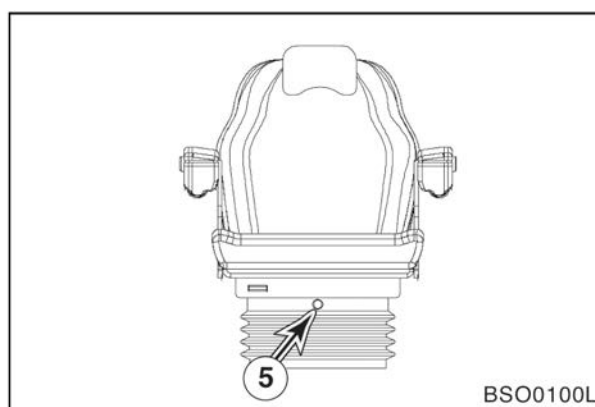

Рис. 102
Держа рычаг (3, рис. 102), поднять его, одновременно перемещая сиденье вперед или назад в нужное положение. Отпустить рычаг, когда нужное положение достигнуто. Диапазон регулирования составляет 160 мм.
Подняв левый рычаг (3, рис. 102) вверх, можно двигать вверх и вниз заднюю часть сиденья.
Поворот ручки (4, рис. 102) вправо уменьшает амортизацию. Поворот ручки влево увеличивает амортизацию. Отрегулировать в соответствии с весом оператора по круговой шкале индикатора веса. Пределы регулирования 50-120 кг.
Подняв правый рычаг (5, рис. 102), можно двигать спинку сиденья вперед и назад.
Для подъема сиденья или увеличения жесткости амортизации при движении, поверните ключ во включенное положение (ON) и нажмите на ручку регулировки высота/жесткость (5, рис. 102).
Для опускания сиденья или уменьшения жесткости амортизации при движении, выдвиньте наружу ручку регулировки высота/жесткость (5, рис. 102). Диапазон регулирования составляет 76 мм.